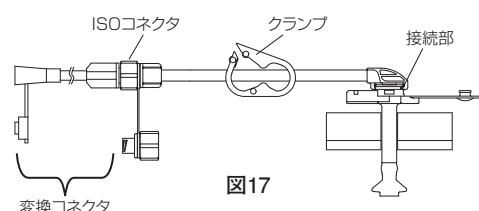

図17
4. 市販の変換コネクタの添付文書に従って、変換コネクタを接続する。(図17)